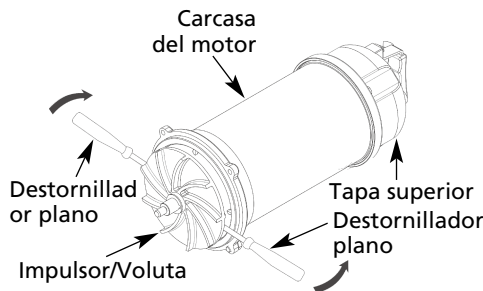
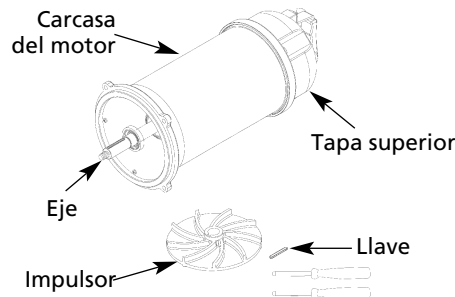

Figura 11
Figura 12
3. Quite el tornillo de la voluta usando un destornillador plano (Figura 11). Desarme la voluta y use el destornillador plano para levantar un poco el impulsor y sáquelo del eje (Figura 12). Limpie y examine el impulsor por picaduras o desgastes y reemplace si hay daños.
Para reinstalar el impulsor para los modelos 11A341 a 11A345 en el extremo del eje, haga coincidir la muesca del eje con la parte cóncava del impulsor. Luego limpie la voluta y ponga los tornillos de nuevo como se muestra en la Figura 11. Para reinstalar el impulsor para los modelos 11A341 a 11A345 en el extremo del eje, haga coincidir la muesca del eje con la parte cóncava del impulsor. Vuelva a poner la tuerca, arandela y arandela de presión. Aplique un par de 40 pies/libras. Gire el cortador libremente. Vuelva a poner el anillo de trituración y ponga los tornillos en el soporte del cortador.
2. Luego quite el codo, cortador, el anillo de trituración, la voluta e impulsor. Una vez que haya quitado el impulsor del eje, quite el sello de aceite de la cavidad del impulsor y asegure la llave el eje para reensamblar (Figura 12). Examine los sellos de aceite por desgastes y reemplace si es necesario. Consulte la sección "Mantenimiento del cortador, impulsor y la voluta".